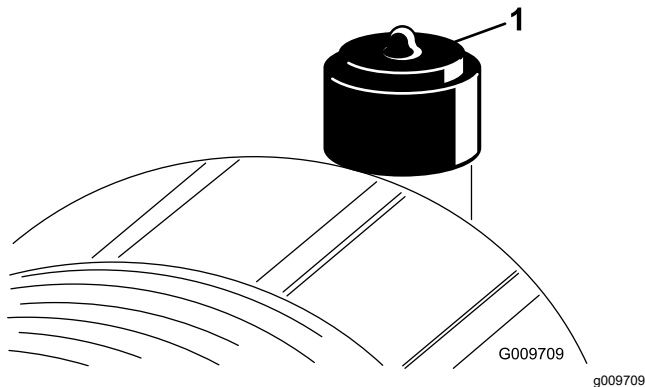

Figure 51
Faites l'entretien du filtre à air uniquement quand l'indicateur de colmatage (Figure 51) indique que cela est nécessaire. Changer le filtre à air prématurément ne fait qu'accroître le risque de contamination du moteur par des impuretés quand le filtre est déposé.
9. Réarmez l'indicateur de colmatage (Figure 51) s'il est rouge.